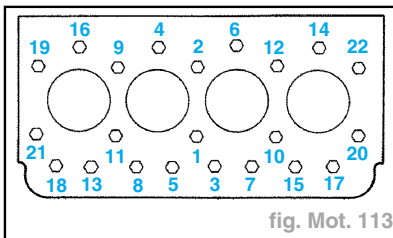

fig. Mot. 113
- suivre, pour chaque phase de serrage, l'ordre indiqué dans l'illustration ci-contre (fig. Mot. 113) :